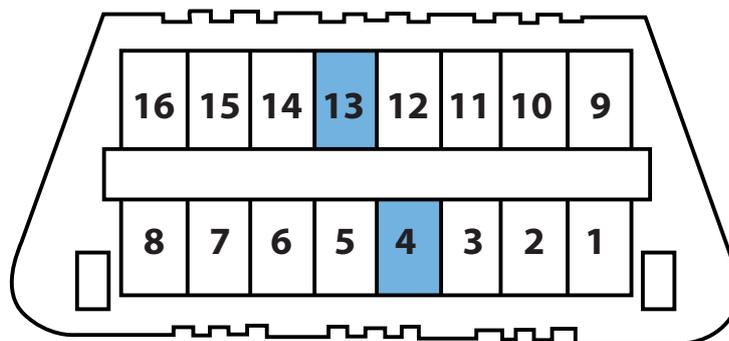

Рис. 2.
2. С помощью провода-перемычки соединить контакты 4 и 13 на 16-контактном диагностическом разъеме OBD (рис. 2).
3. С помощью провода-перемычки соединить контакты 4 и 13 на 16-контактном диагностическом разъеме OBD (рис. 2).
2. Установить провод-перемычку, как описано выше (рис. 2).